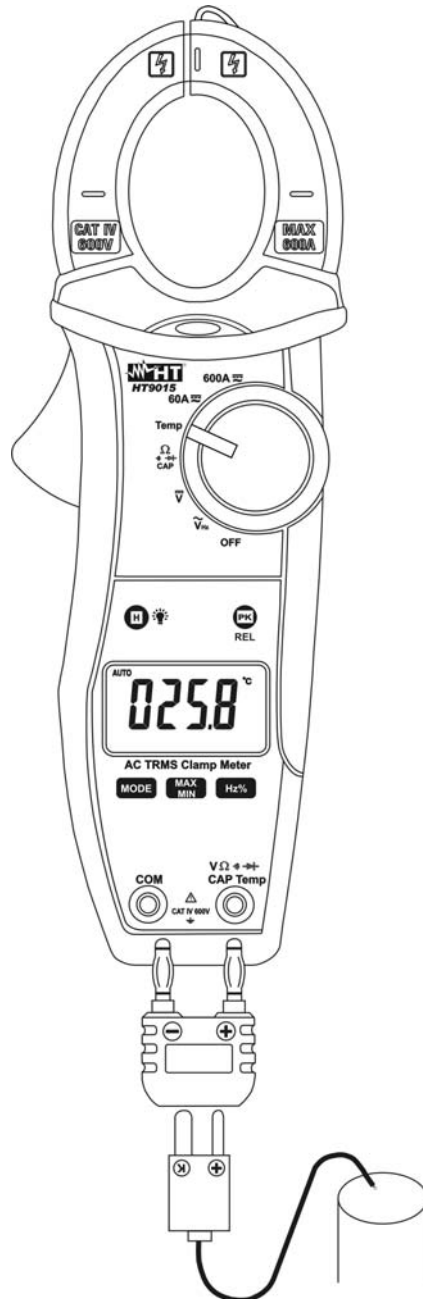

Fig. 8: Uso della pinza per misura di Temperatura
3. Inserire la sonda a filo tipo K in dotazione nei terminale di ingresso **VΩ/→/←/CAP Temp** e **COM** tramite l'opportuno adattatore, rispettando la polarità mostrata in Fig. 8. Il valore della temperatura è mostrato a display. Nella misura di temperatura la barra grafica analogica è disattivata